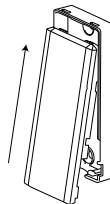

Figura 7: Closing the device cover
4. Enganche las tapas al dispositivo y a la base magnética. Ver a Figura 7.